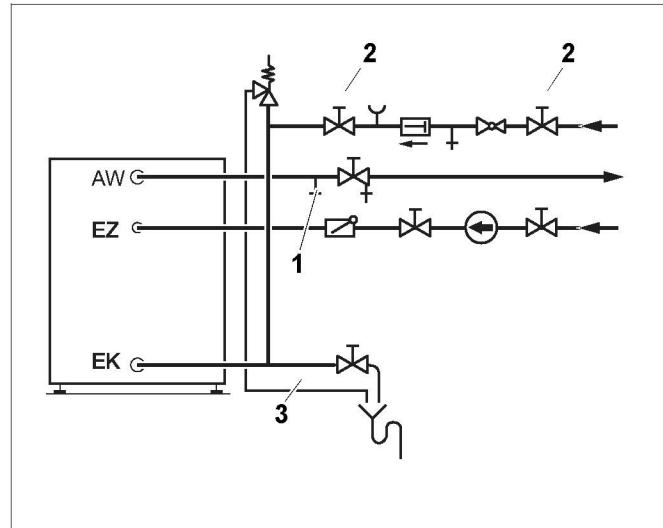

Рис. 9 Монтаж по DIN 1988 (принципиальная схема)
- Для удаления воздуха из бака-водонагревателя открыть вентиль продувки и выпуска воздуха (рис. 9, поз. 1) или наиболее высоко расположенный водоразборный кран.
- Для заполнения бака открыть запорный вентиль на входе холодной воды ЕК (рис. 9, поз. 2).
- Перед нагревом проверить заполнение водой отопительного котла, бака-водонагревателя и трубопроводов. Для этого открыть вентиль для продувки и выпуска воздуха (рис. 9, поз. 1).
- Держите постоянно открытый дренажный трубопровод предохранительного клапана (рис. 9, стр. 13).
- Дренажная линия предохранительного клапана (рис. 9, стр. 13) должна быть постоянно открытой.